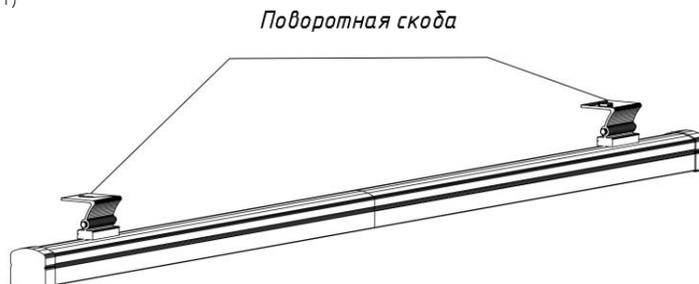

Рис.1
6.6.2. Внешний вид светильника (Рис.1)